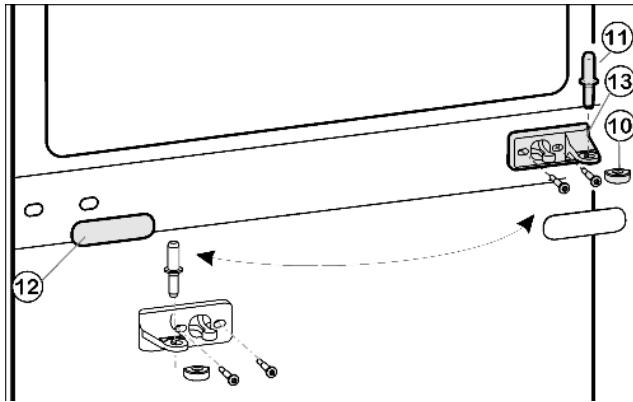
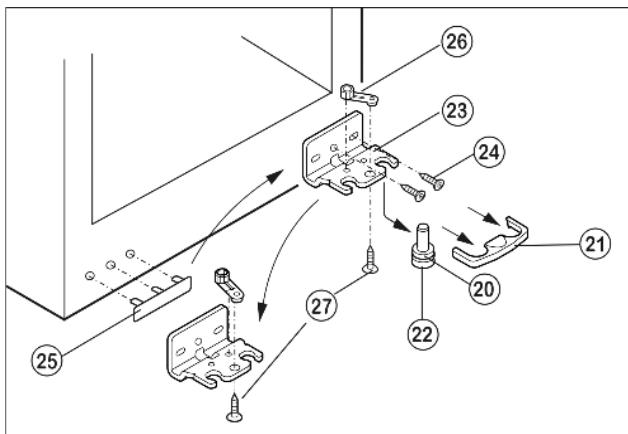

Fig. 5
Fig. 6
- Снимите пластиковый колпачок Fig. 5 (10).
- Извлеките средний опорный палец Fig. 5 (11).
- ▶ Осторожно снимите накладку Fig. 5 (12).
- ▶ Открутите средний опорный кронштейн Fig. 5 (13) и прикрутите его с поворотом на 180° на новую сторону шарнира.
- ▶ Снова защелкните накладку Fig. 5 (12) на стороне, где теперь будет ручка.
- ▶ Нижнюю крышку Fig. 6 (21) снимите движением вперед.
- ▶ Вытяните опорный палец Fig. 6 (22) вниз и вперед. При этом следите за гнездом шарнира Fig. 6 (20).
- ▶ Открутите опорный кронштейн Fig. 6 (23) (2 шт. Torx 25 Fig. 6 (24)).
- ▶ Открутите опорную деталь Fig. 6 (26) (1 Torx 25 Fig. 6 (27)) и, переставив в отверстие на противоположной стороне опорного кронштейна, снова прикрутите.
- ▶ Осторожно приподнимите и переставьте крышку со стороны ручки Fig. 6 (25).
- ▶ Снова прикрутите опорный кронштейн Fig. 6 (23) на новой стороне шарнира, при необходимости, с помощью аккумуляторного шуруповерта через внешний продольный паз и круглое отверстие.
- ▶ Снова слегка наклоните устройство назад и переставьте опорный палец Fig. 6 (22).
- ▶ Установите нижнюю дверцу на нижний опорный палец Fig. 6 (22).
- ▶ Вставьте средний опорный палец Fig. 5 (11) на новой стороне шарнира через средний опорный кронштейн Fig. 5 (13) в нижнюю дверцу.
- ▶ Снова наденьте пластиковый колпачок Fig. 5 (10) с поворотом на 180° на средний опорный кронштейн Fig. 5 (13).
- ▶ Установите верхнюю дверцу на средний опорный палец Fig. 5 (11).
- ▶ При необходимости выровняйте дверцы через два продольных паза в нижнем опорном кронштейне Fig. 6 (23) и среднем опорном кронштейне Fig. 5 (13) параллельно корпусу устройства, затем затяните винты.
- ▶ Снова защелкните крышки Fig. 6 (21).